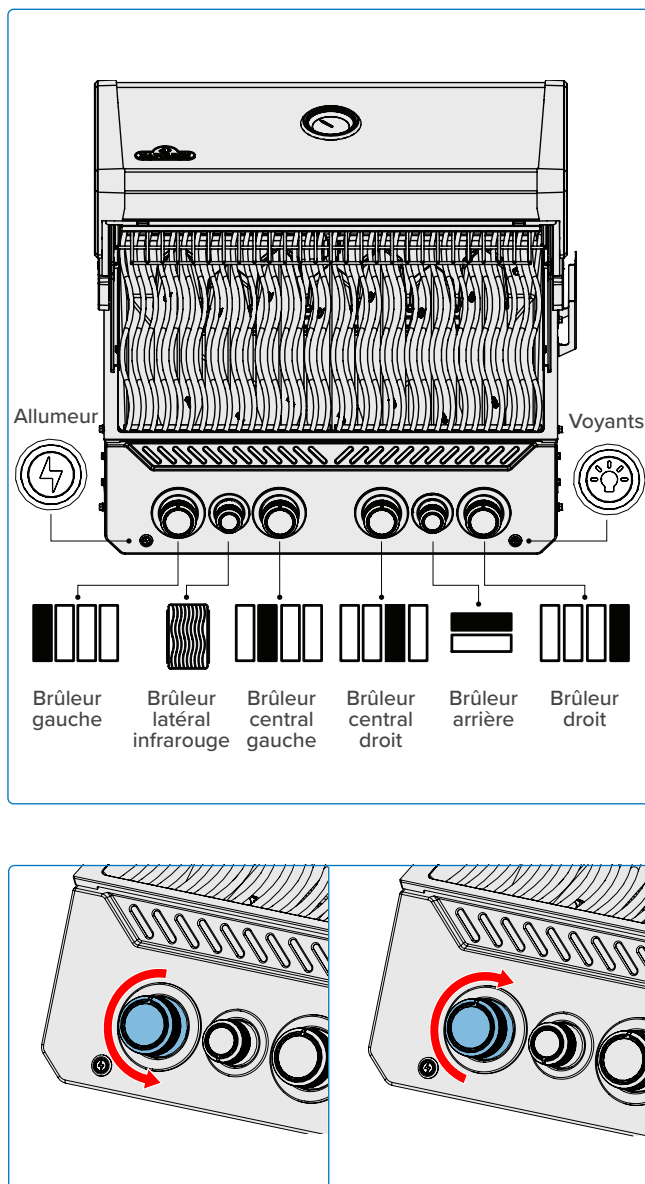
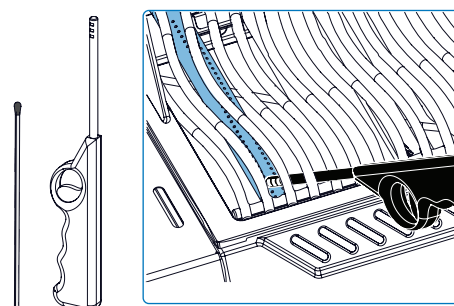

Fig. 6
Fig. 8
4. Si la veilleuse et le brûleur ne s'allument pas en 5 secondes – tournez le bouton de commande dans le sens horaire jusqu'à la position ARRÊT. Attendez 5 minutes pour permettre au gaz de se dissiper. Répétez les étapes 2 et 3 (**Fig. 6**), ou consultez "Instructions alternatives d'allumage" (**Fig. 8**).
5. Si le brûleur ne s'allume pas – tournez le bouton de commande du brûleur dans le sens horaire jusqu'à la position ARRÊT. Attendez 5 minutes. Répétez les étapes 3 et 4 (**Fig. 6**), ou consultez "Instructions alternatives d'allumage" (**Fig. 8**).
3. Tournez le bouton du brûleur correspondant dans le sens antihoraire jusqu'à la position MAXIMUM jusqu'à ce qu'il s'allume. (**Fig. 8**).